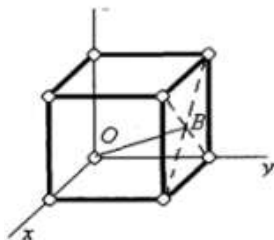

Рис. 7
**№ 24. Каковы индексы кристаллографического направления  $OB$  (рис. 7)?**